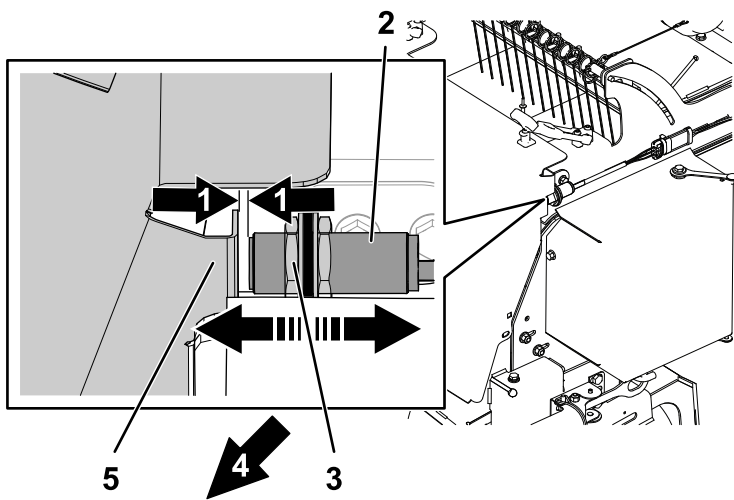

Figure 10
- Réglez le jeu entre le capteur et la porte de la trémie 3 mm, comme montré à la Figure 10, à l'aide des écrous de réglage. Le jeu ne doit pas dépasser 6 mm.